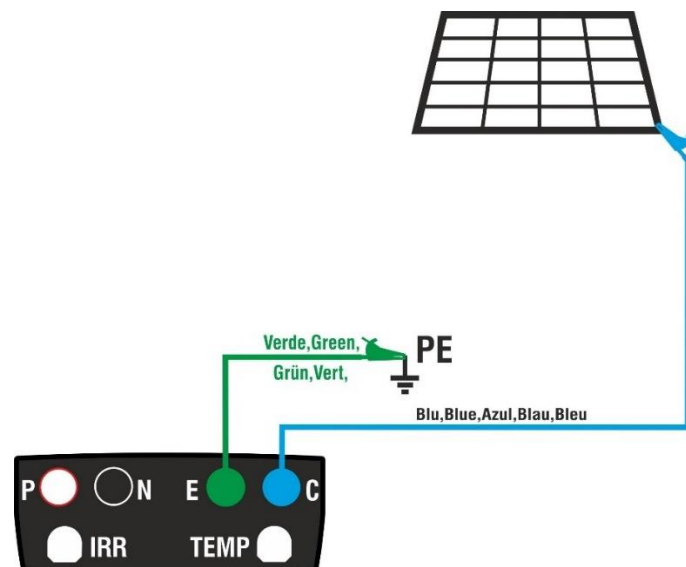

Fig. 6: Connexion de l'instrument pour la mesure de la continuité des structures des systèmes PV
5. Connectez l'instrument au module/chaîne PV testé et au nœud de mise à la terre du système principal comme indiqué dans Fig. 6
8. Connectez l'instrument au module/chaîne PV testé et au nœud de mise à la terre du système principal comme indiqué dans Fig. 6